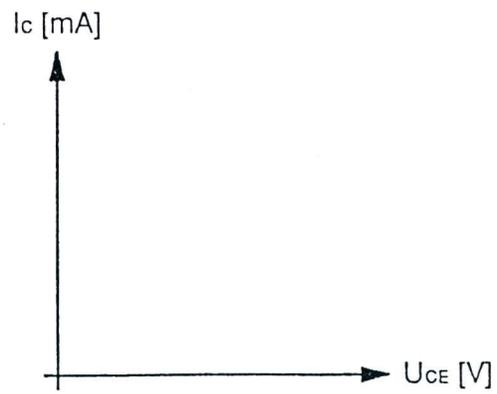

Fig. 2.6
21. Con los valores obtenidos, trazar en la Fig. 2.6 la curva de las características de salida de la corriente de colector en función del voltaje colector – emisor [ $I_C = f(U_{CE})$ ] para todos los valores de  $I_B$ ;